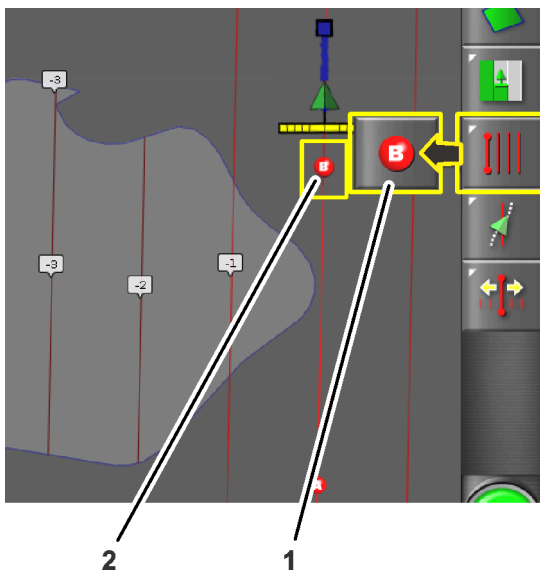

図 13
6. マシンをフィールド境界の反対側に移動し、ABガイドラインが(図 13)を参照する位置まで移動します。
7. セットポイントBアイコン(図 13)を押します。